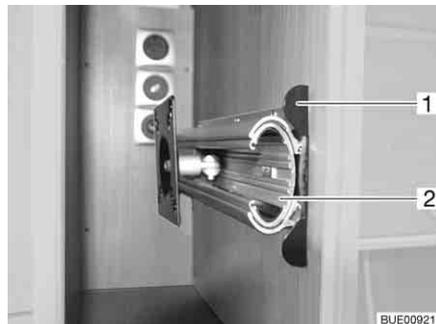

Fig. 53 Support dans le meuble de télévision
- Enfoncer la barre de déverrouillage (Fig. 53,1).
- Faire entièrement sortir la rallonge (Fig. 53,2).
- Faire coulisser la rallonge (Fig. 53,2) jusqu'à ce que la barre de déverrouillage (Fig. 53,1) s'encliquette.